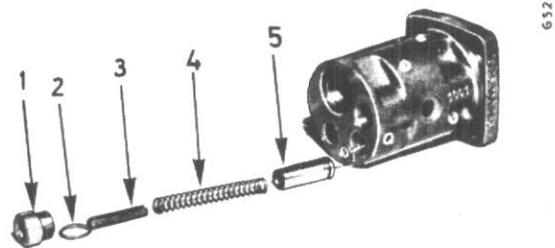

Fig. 32
Enlevez le bouchon (1, Fig. 32) et faites sortir le joint d'étanchéité (2), la broche de guidage (3) et le ressort (4). Employez une paire de pinces brucelles propres pour enlever le tiroir du clapet de mise en pression (5).